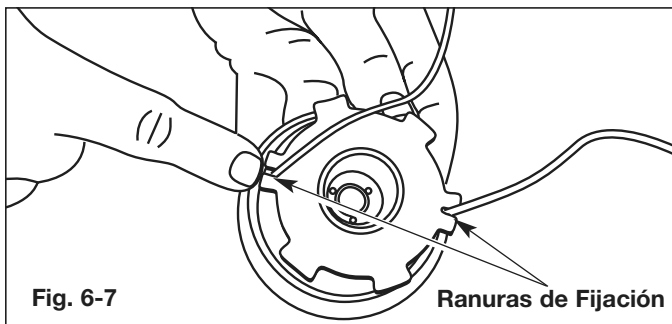

Fig. 6-7
12. Inserte los extremos de la línea en las dos ranuras de fijación (Fig. 6-7).